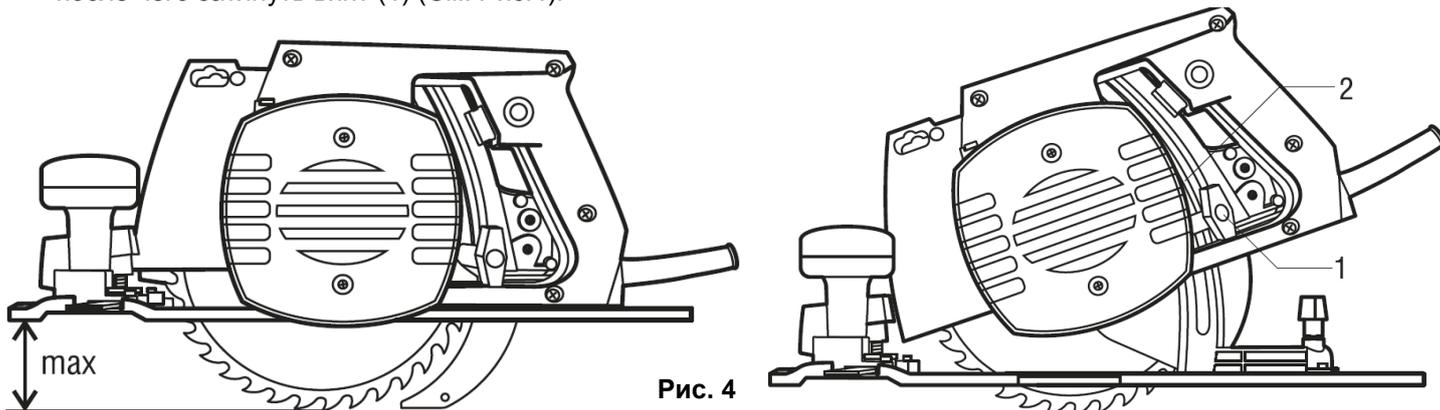

Рис. 4
- Для установки необходимой глубины реза нужно ослабить винт (1) и совместить указатель на кожухе неподвижном с нужным делением на шкале сектора (2) (См. Рис.4) , приподнимая пилу над основанием (уменьшение глубины пропила) или, соответственно, опуская на основание (увеличение глубины пропила), после чего затянуть винт (1) (См. Рис.4).